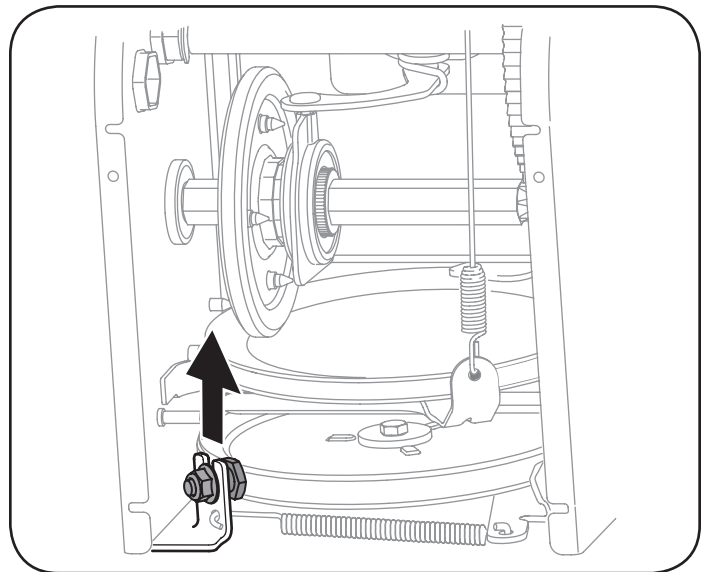

Figura 30
6. Afloje y retire el tornillo con reborde que actúa como guarda de la correa. Vea la Figura 30.